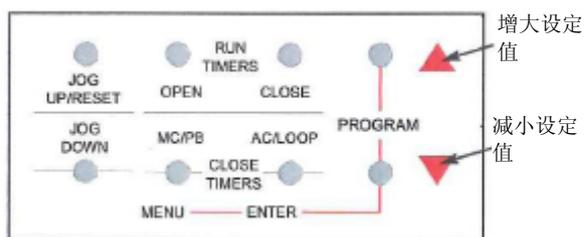

图 35: 变更设定值
- 按下然后松开程序按钮，将倒计时时间变更至期望的时段。见图 35。